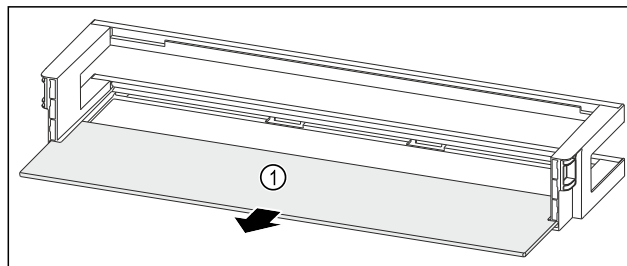

Fig. 147 Дверная полка со съемной полкой
- ▶ Извлеките съемную полку Fig. 147 (1).